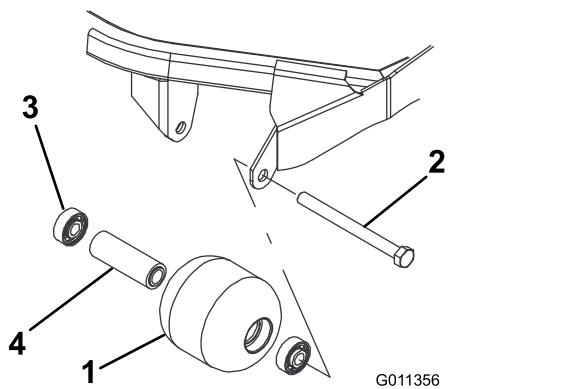

Figura 94
distanziale del cuscinetto del rullo (Figura 94). Sostituite tutti i componenti danneggiati e procedete con il loro montaggio.
1. Rimuovete il bullone di montaggio del rullo (Figura 94).
1. Montate il primo cuscinetto premendolo nell'alloggiamento all'interno del rullo (Figura 94). Premete soltanto sulla pista esterna o, in misura uguale, sulla pista interna ed esterna.
2. Inserite il distanziale (Figura 94).
3. Montate il secondo cuscinetto premendolo nell'alloggiamento all'interno del rullo (Figura 94). Premete in misura uguale sulla pista interna ed esterna, fino a quando la pista interna non tocca il distanziale.